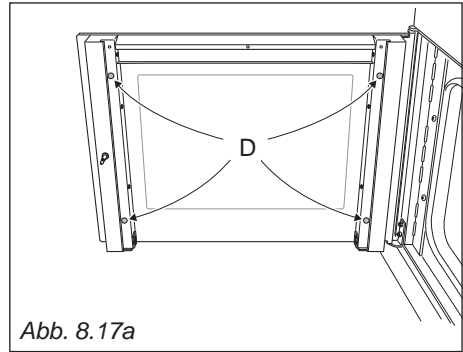

Abb. 8.17a
- Achten Sie auf die korrekte Position der vier Abstandshalter aus Gummi ("D" in Abb. 8.17a).